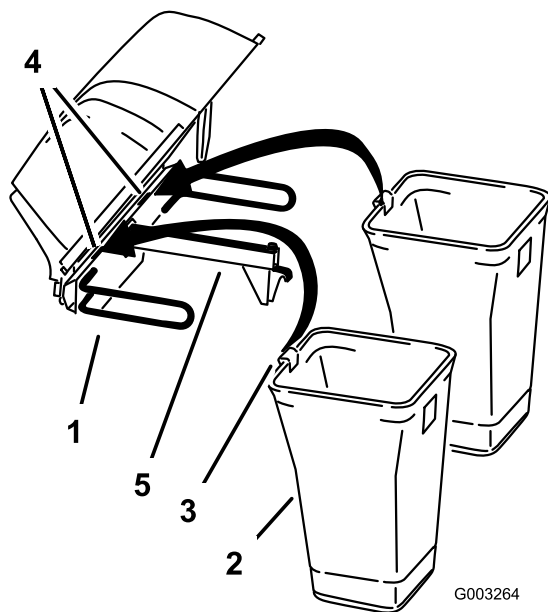
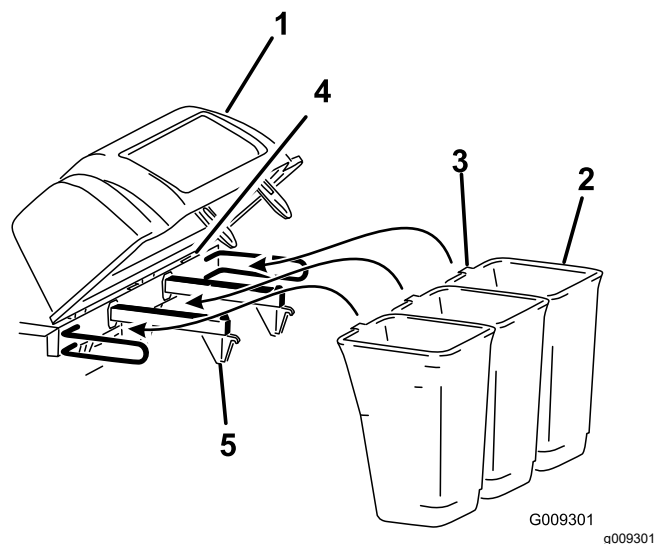

Bild 8
Bild 9
6. Setzen Sie die Grasfangkorbnase in die Kerbe in der Abdeckung ein (Bild 8 oder Bild 9).